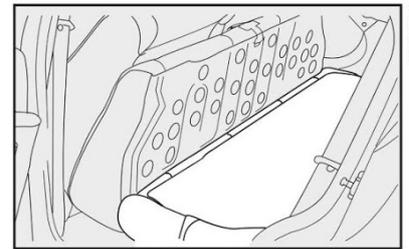
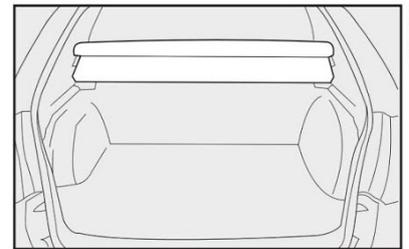

fig. 111
fig. 112
6) Rebater para a frente o encosto fig. 111 do banco traseiro passando pelos cintos de segurança traseiros de modo a obter um único plano de carga no compartimento de bagagens fig. 112.